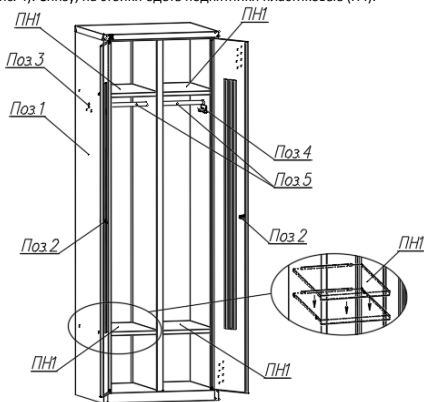
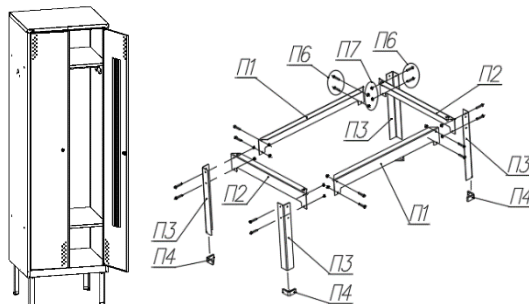

Рис. 3 Описание шкафов серии «Эконом»
Рис. 4 Сборка и установка подставки для шкафов серии «Эконом»
- 3.2.** При необходимости во внутрь шкафа могут устанавливаться: полки нижние (Рис. 3), так же шкафы могут устанавливаться на подставки, которая позволяет приподнять шкаф на 249 мм. над полом. (Рис. 4).
5.4. Для шкафа дополнительно возможна установка полки дополнительной в нижней части шкафа (под обувь). Устанавливается на язычки в боковинах шкафа (Рис. 3).
5.5. По желанию шкаф можно установить на подставку, позволяющую приподнять шкаф на 249 мм. от пола (Рис. 4).
5.6. Состыковать между собой Уголки (П1), Уголки крепёжные (П2), Стойки (П3), при помощи метиза (П6, П7) гайками внутрь, как показано на (Рис. 4). Снизу, на стойки одеть подпятники пластиковые (П4).